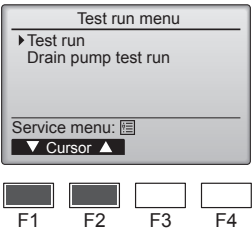

Abb. 7-2
- (2) Wählen Sie „Test run“ (Testlauf) aus dem Testlauf-Menü, und drücken Sie die [AUSWAHL]-Taste. (Abb. 7-2)
- (3) Der Testlauf beginnt, und der Testlaufbildschirm wird angezeigt.